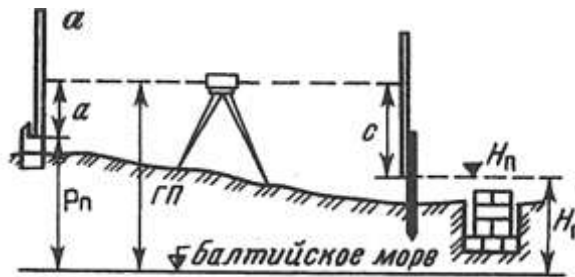

Рис. 2. Схема разбивки и контрольных высот фундамента
5. Выставьте проектную высоту верха фундамента на обноске (рис. 2), если высота репера  $P_n = 86,413$ , отсчет по рейке  $a = 1105$ , проектная высота фундамента  $H_n = 85,276$ .